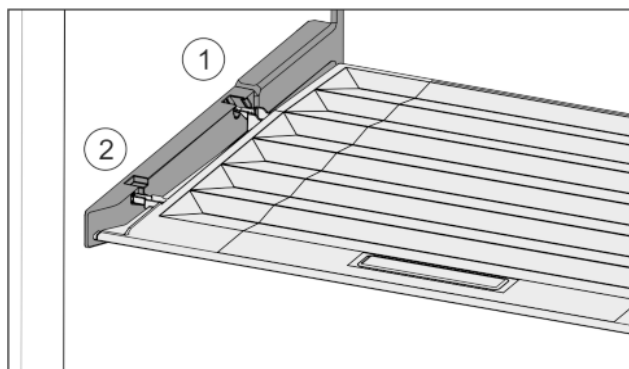

Fig. 29
- ▶ Výstupky víka zavedte do zadních držáků Fig. 29 (1) a vpředu zaklesněte do držáku Fig. 29 (2).